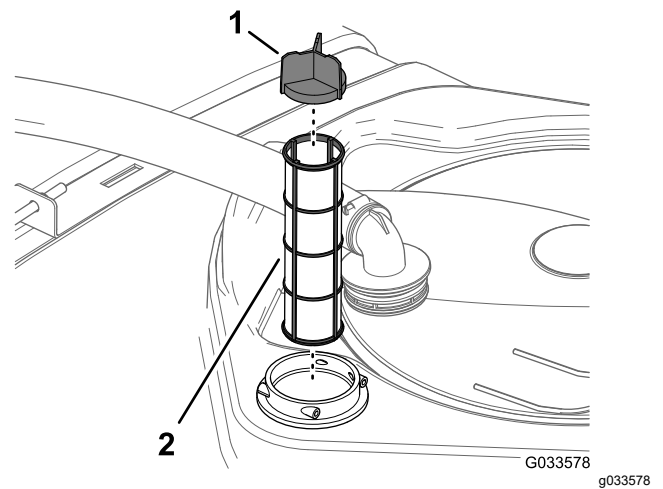

図 52
4. フィルタハウジングタンク内部からストレーナを取り出す 図 52。